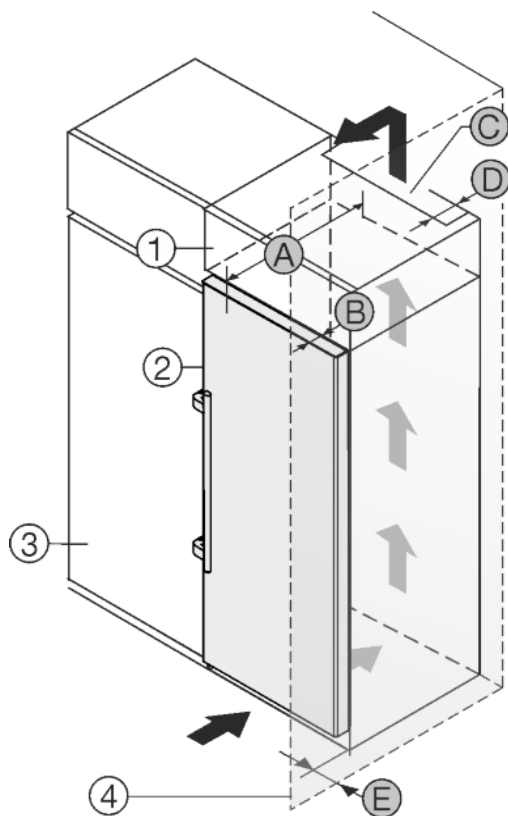

Fig. 8
L'appareil peut être réagencé avec des buffets de cuisine. Pour adapter l'appareil Fig. 8 (2) à la hauteur du coin cuisine, une rehausse Fig. 8 (1) peut être posée sur l'appareil.
L'appareil peut être installé directement à côté du buffet de cuisine Fig. 8 (3). Pour pouvoir ouvrir complètement les portes, l'appareil doit déborder de la profondeur Fig. 8 (B) par rapport à la façade du buffet. L'appareil peut déborder encore plus en fonction de la profondeur des buffets et de l'utilisation de cales d'épaisseur.
- Une sortie d'air avec la profondeur Fig. 8 (D) doit être présente au dos de la rehausse sur toute sa largeur.
- La section de ventilation Fig. 8 (C) sous plafond doit être respectée.
Si l'appareil avec les charnières est installé près d'une paroi Fig. 8 (4), la distance Fig. 8 (E) entre l'appareil et la paroi doit être respectée. Ceci correspond à la saillie de la poignée avec la porte ouverte.